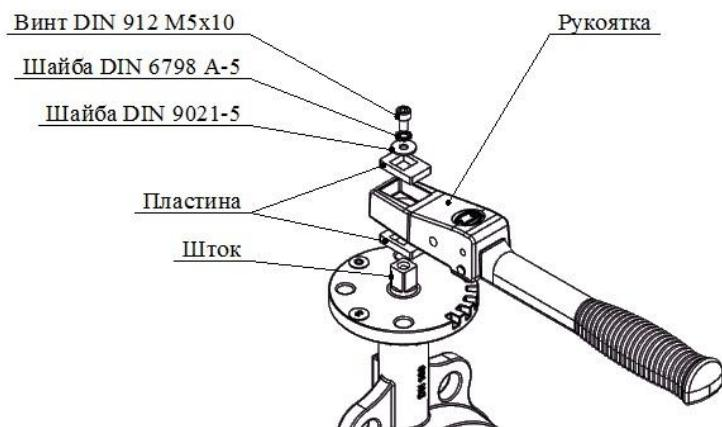

Рисунок 1 – Установка рукоятки
5.1 Перед установкой затвора провести внешний осмотр. Необходимо извлечь стопор, удалить пластиковую стяжку и установить рукоятку (рисунок 1). После чего диск затвора необходимо немножко приоткрыть, но так, чтобы он не выходил за корпус затвора.